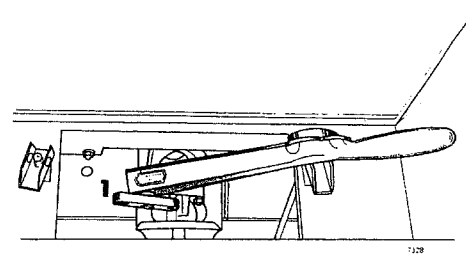

Fig 07–7. Fastsättning av främre kardanknut
17. Skruva fast mittre kardanaxeln på medbringaren vid bromstrumman, se fig 07–7. Åtdragningsmoment 20 Nm 15 lb. ft.).